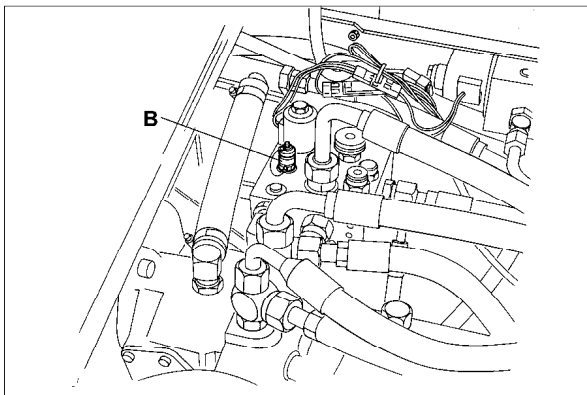

Fig.27
- B Fig.27 Four wheel drive pressure 172bar (2,500 psi)
- B Afb. 27 - Vierwielaandrijvingdruk 172 bar
- B Fig.27 - pression quatre roues motrices 172 bar